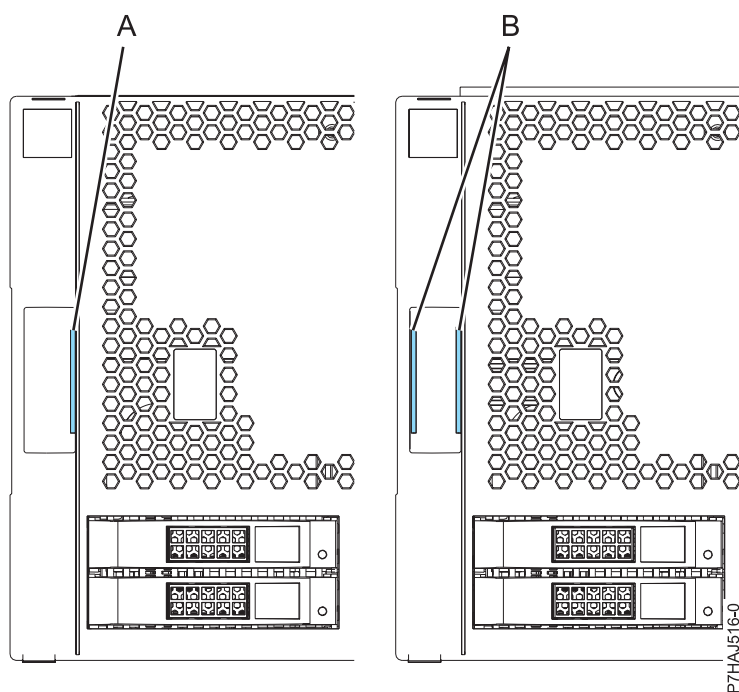

Figura 8. Identificació de les cobertes antigues i noves
Nota: Les cobertes subministrades abans de l'1 de març de 2011 es poden identificar per la cinta blava (A) que tenen els pestells del conjunt de la coberta. Les cobertes més noves, subministrades després de l'1 de març de 2011, tenen dues cintes blaves (B) als pestells del conjunt de la coberta. Consulteu Figura 8 a la pàgina 24.